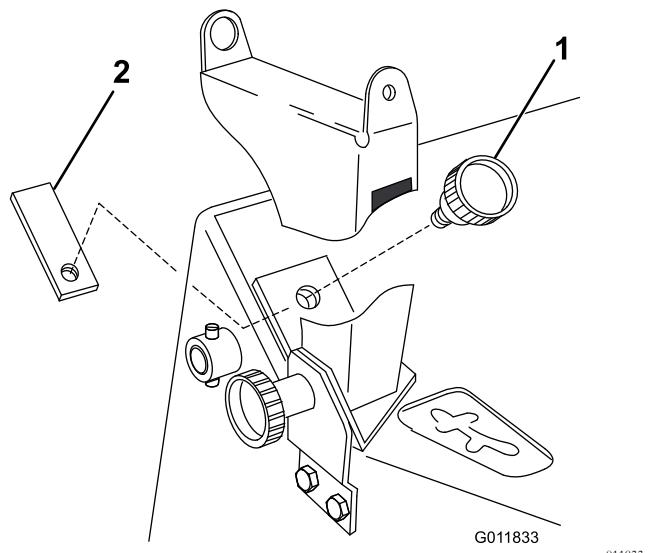

**Figure 8**
2. Alignez le support sur le côté gauche du groupe de déplacement, comme montré à la Figure 8.
3. Marquez l'emplacement des 2 trous du support de montage sur le groupe de déplacement et du trou du support d'orientation sur le panneau de commande (Figure 8).
4. À l'aide d'un foret de 0,290 pouce (taille L), percez les trous du support de montage dans le cadre du groupe de déplacement (Figure 8).
5. À l'aide d'un foret de 3/8 pouce, percez le trou du support d'orientation dans le panneau de commande (Figure 8).
6. Fixez le support de montage avec les 2 vis autotaraudeuses (5/16 x 3/4 po) (Figure 8)